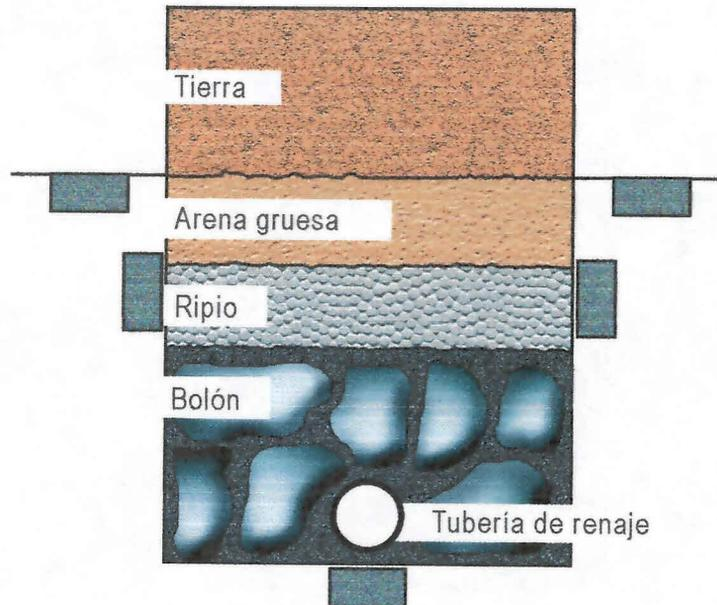

Figura 22: Sección transversal de dren de tubería.
- **Drenes de tubería:** consisten en una tubería de drenaje enterrada en una zanja y revestida por un material filtrante. (Figura 22)